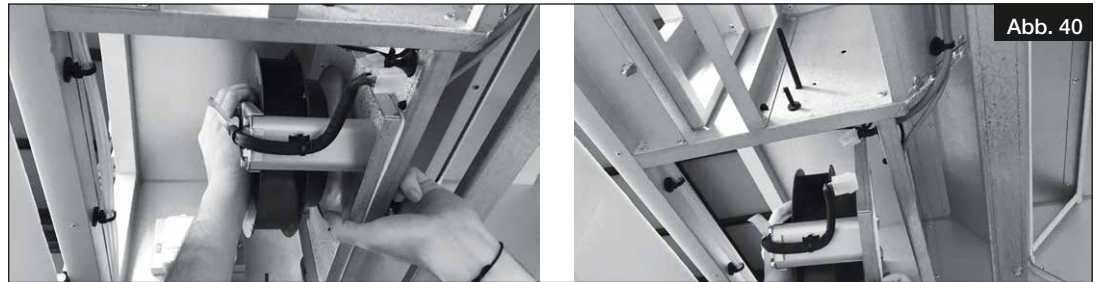

Abb. 38
3. Druckschläuche des Lüfters entfernen, s. Abb. 38.